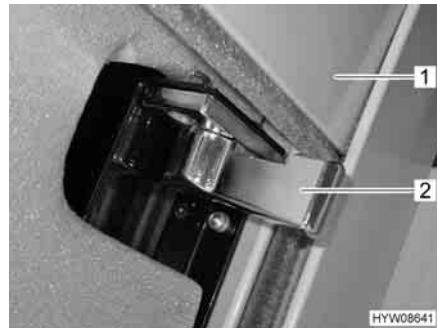

Fig. 28 Chiusura di sicurezza oscurante a rullo
- Premere e tenere premuto il pulsante basculante (Fig. 26,1 o Fig. 27,1) finché l'oscurante a rullo (Fig. 28,1) ha raggiunto la posizione più alta.
- Sui entrambi i lati, ruotare spingendo indietro (Fig. 28) la chiusura di sicurezza (Fig. 28,2).